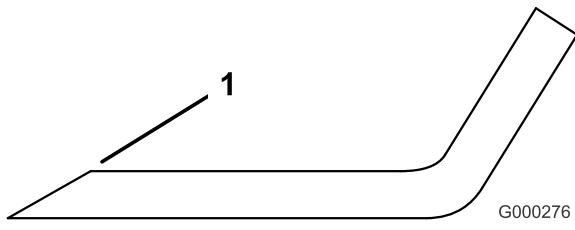

Figura 75
1. Afila el filo de corte en ambos extremos de la cuchilla (Figura 75). Mantenga el ángulo original. La cuchilla permanece equilibrada si se retira la misma cantidad de material de ambos bordes de corte.